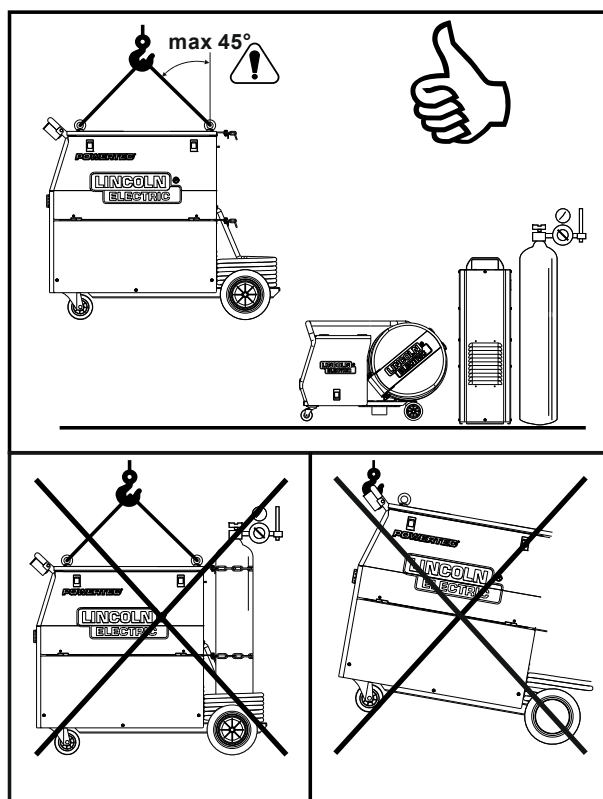

Bild 17.
Säker transport och lyftning av **POWERTEC 305C PRO**, **335C PRO & 425C PRO**, (se bild 17):
- Använd utrustning med tillräcklig kapacitet för att lyfta och hålla aggregatet. Använd travers och minst två lyftstroppar som i bild 17.
- Skruva i en lyftögla och belasta axiellt i 45 graders vinkel som i bild 17.